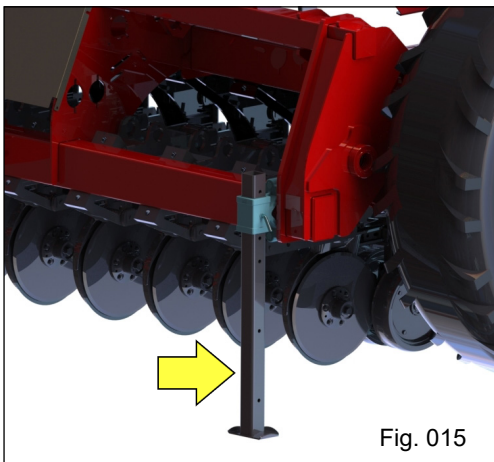

Fig. 015
Para efetuar o acoplamento da plantadora ao trator, é necessário que os pés de apoio (Fig. 015) estejam fixos e apoiados ao solo, após isso proceda da seguinte forma para acoplar a plantadora ao trator:
f) Depois de acoplada plantadora ao trator, acione o cilindro hidráulico, levante os pés de apoio "A" (Fig. 015) e fixe-os através do pino trava e trava de aço. Posteriormente retire o conjunto do levante fixe-o novamente ao cabeçalho conforme Fig.012 (pg. 34);